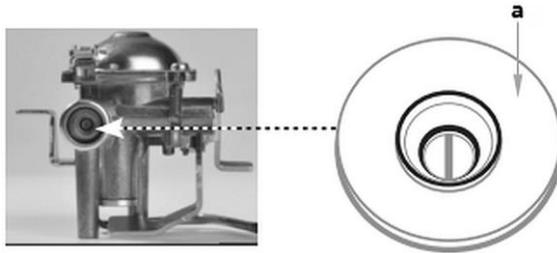

Fig. 2
- Antes de conectar el cartucho de gas, compruebe la junta (a, fig. 2). Asegúrese de que esté en su sitio y en buenas condiciones.